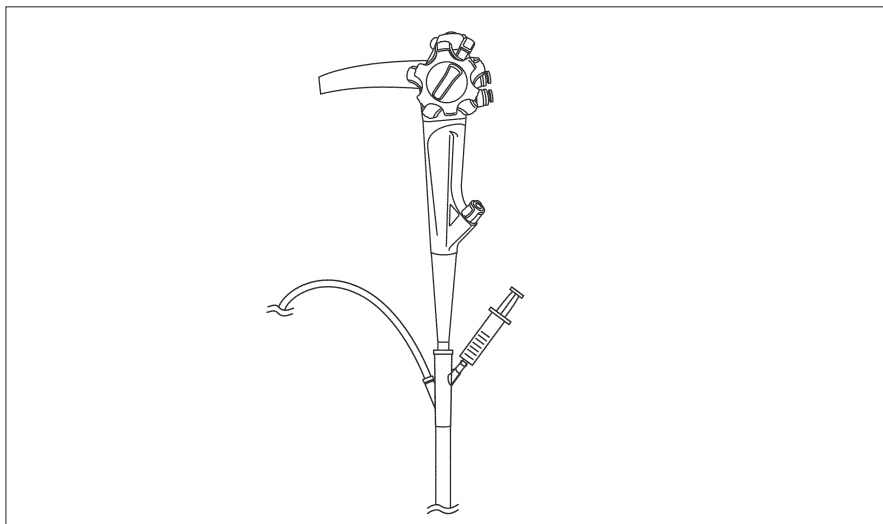

Рис. 3.19
- Используя шприц ёмкостью 30 см3 (30 мл), введите повторно 20 см3 (20 мл) стерильной воды через вход для подачи воды в шинирующую трубку одноразового использования (см. рис. 3.19).